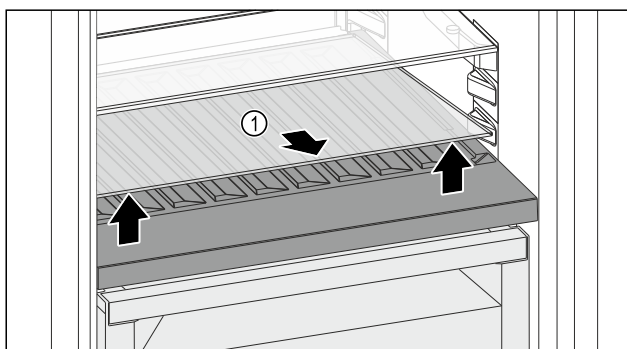

Fig. 108
- Skleněnou desku Fig. 108 (1) zvedněte za vybrání vpředu a vyjměte ji.
- Skleněnou desku Fig. 108 (1) uložte bezpečně mimo spotřebič.